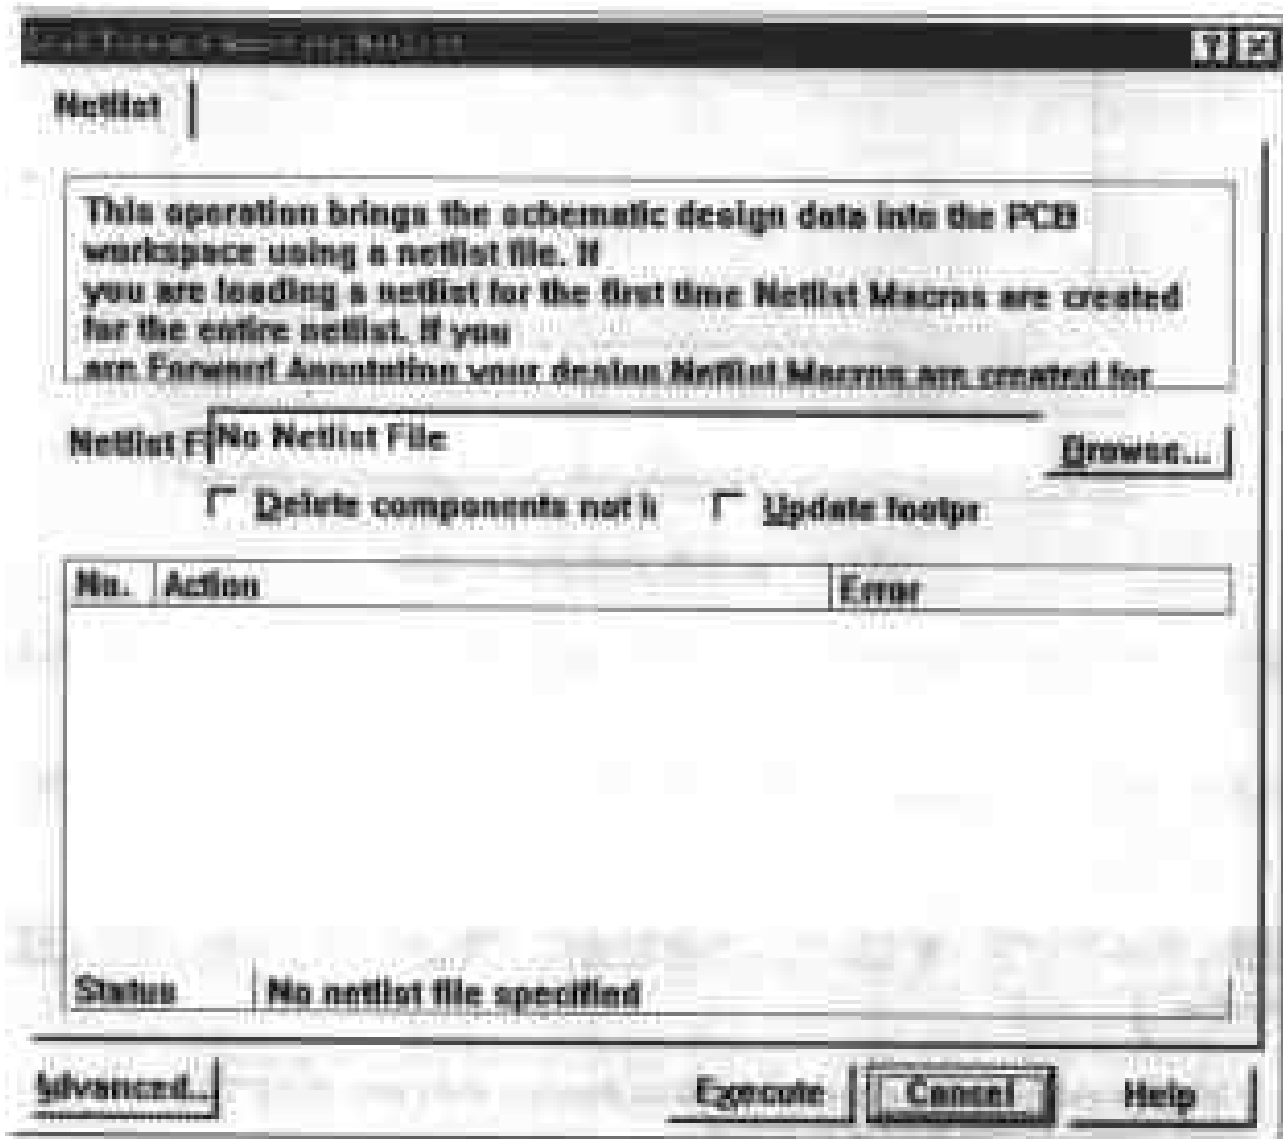

图 8-6 装入网络表与零件对话框
(1) 在 PCB 设计窗口中, 单击主菜单命令 Design\Netlist, 系统会弹出装入网络表与零件对话框, 如图 8-6 所示。
在图 8-6 对话框的 Netlist File 栏下面有两个复选框, 其一是 “Delete components not in netlist” 选项, 选中此项, 系统将删除没有连线的零件; 其二是 “Update footprint” 选项, 选中此项, 系统将允许遇到不同的零件封装时, 进行零件封装的更新。